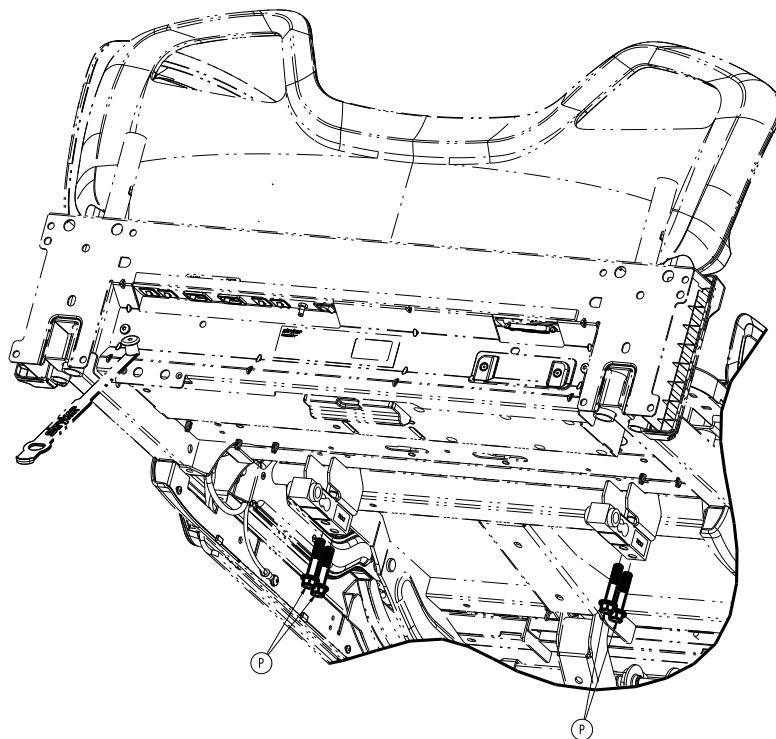

Figure 50 – Remplacement de la cellule de pesage
9. Retirer la cellule de pesage. À l'aide d'une clé à cliquet, d'une douille de 9/16 po et d'une clé mixte de 9/16 po, retirer les deux boulons (P) et les deux écrous qui fixent la cellule de pesage au châssis du plan de couchage (Figure 50). Conserver les boulons et les écrous.